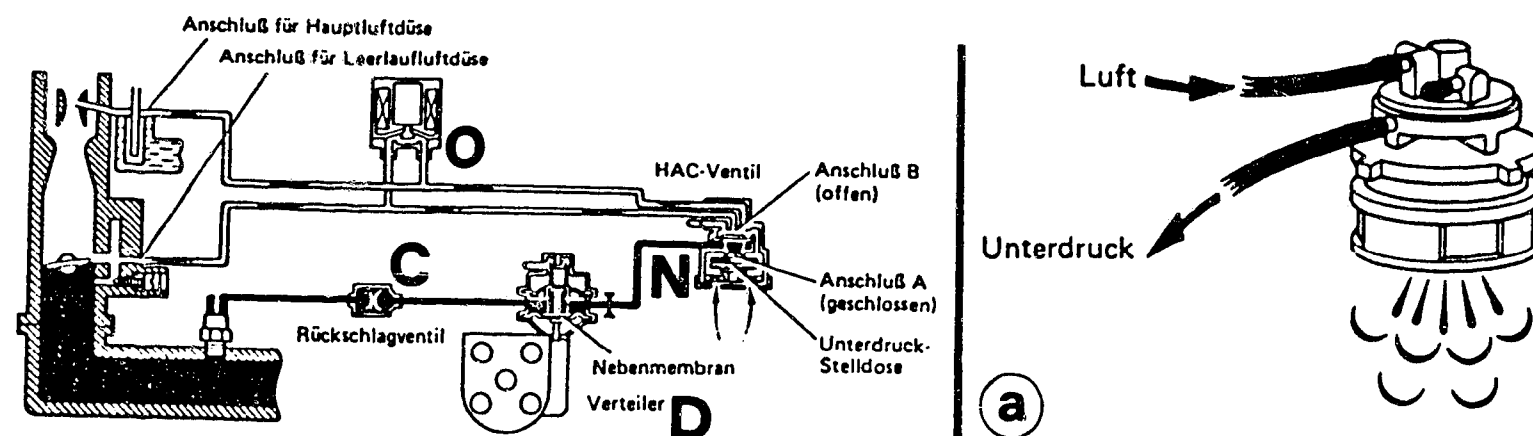

Bild 36 Barometerdose (N) zur Höhenkompensation am Motor 4A-C: a) Oberhalb 1198 m über Meer muss die Barometerdose offen sein.
h) Als **Höhenkompensation** (Bild 36) wird dem Haupt- und Leerlaufsystem der 1. Stufe oberhalb 1200m über Meer Zusatzluft zugeführt, damit das Gemisch nicht überfettet. Gleichzeitig wird die Zündung um 8° nach Früh verstellt. Zur Steuerung dient eine Barometerdose rechts im Motorraum. Die Zündverstellung erfolgt nur bei hohem Unterdruck im Ansaugkrümmer, also Leerlauf und Schiebetrieb, da der Unterdruck laufend durch eine Drosseldüse ausgeglichen wird.